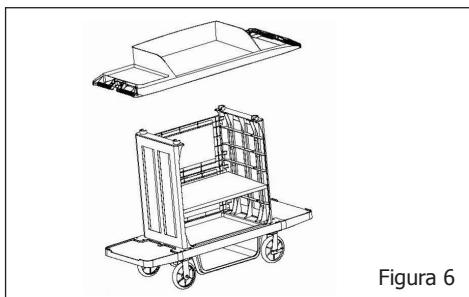

Figura 6
- Aparafuse a tábuas superior nas tábuas laterais com as peças E e K. (Figura 6).